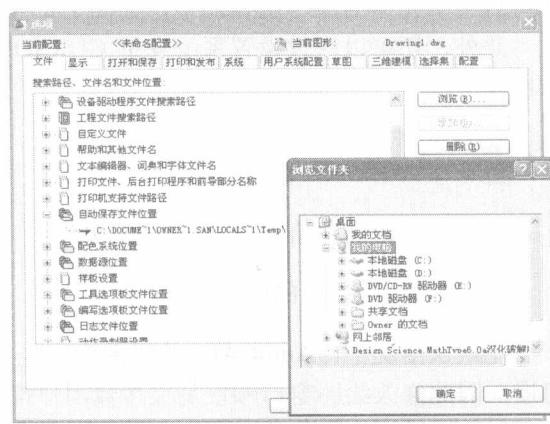

图 1-5 “文件”选项卡
- Step 05** 单击“文件”选项卡，如图 1-5 所示，在“自动保存文件位置”中设置自动保存文件的